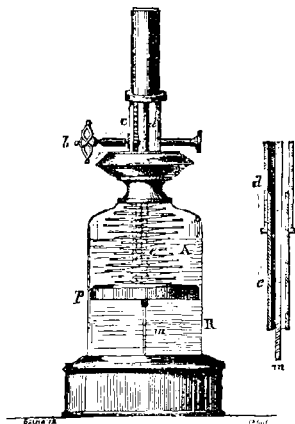

Fig. 66.
3. Dans la lampe à modérateur (*fig. 66*), le réservoir *A* consiste en une enveloppe cylindrique qui fait fonction de corps de pompe. Un piston *p* entouré d'un anneau de cuir recourbé, est disposé dans ce réservoir de manière à jouer à frottement contre ses parois. Enfin, un ressort spécial *g* est fixé, d'un côté à la tête du piston, et de l'autre à la partie supérieure du réservoir. L'huile, quand on la verse dans la lampe, s'accumule au-dessus du piston, en *A*; mais, lorsqu'on fait monter ce dernier en tendant le ressort au moyen de la clé *b* et de la crémaillère à pignon *c*, elle passe au-dessous *R*, en glissant entre les parois du réservoir et l'anneau de cuir. Aussitôt qu'après avoir été